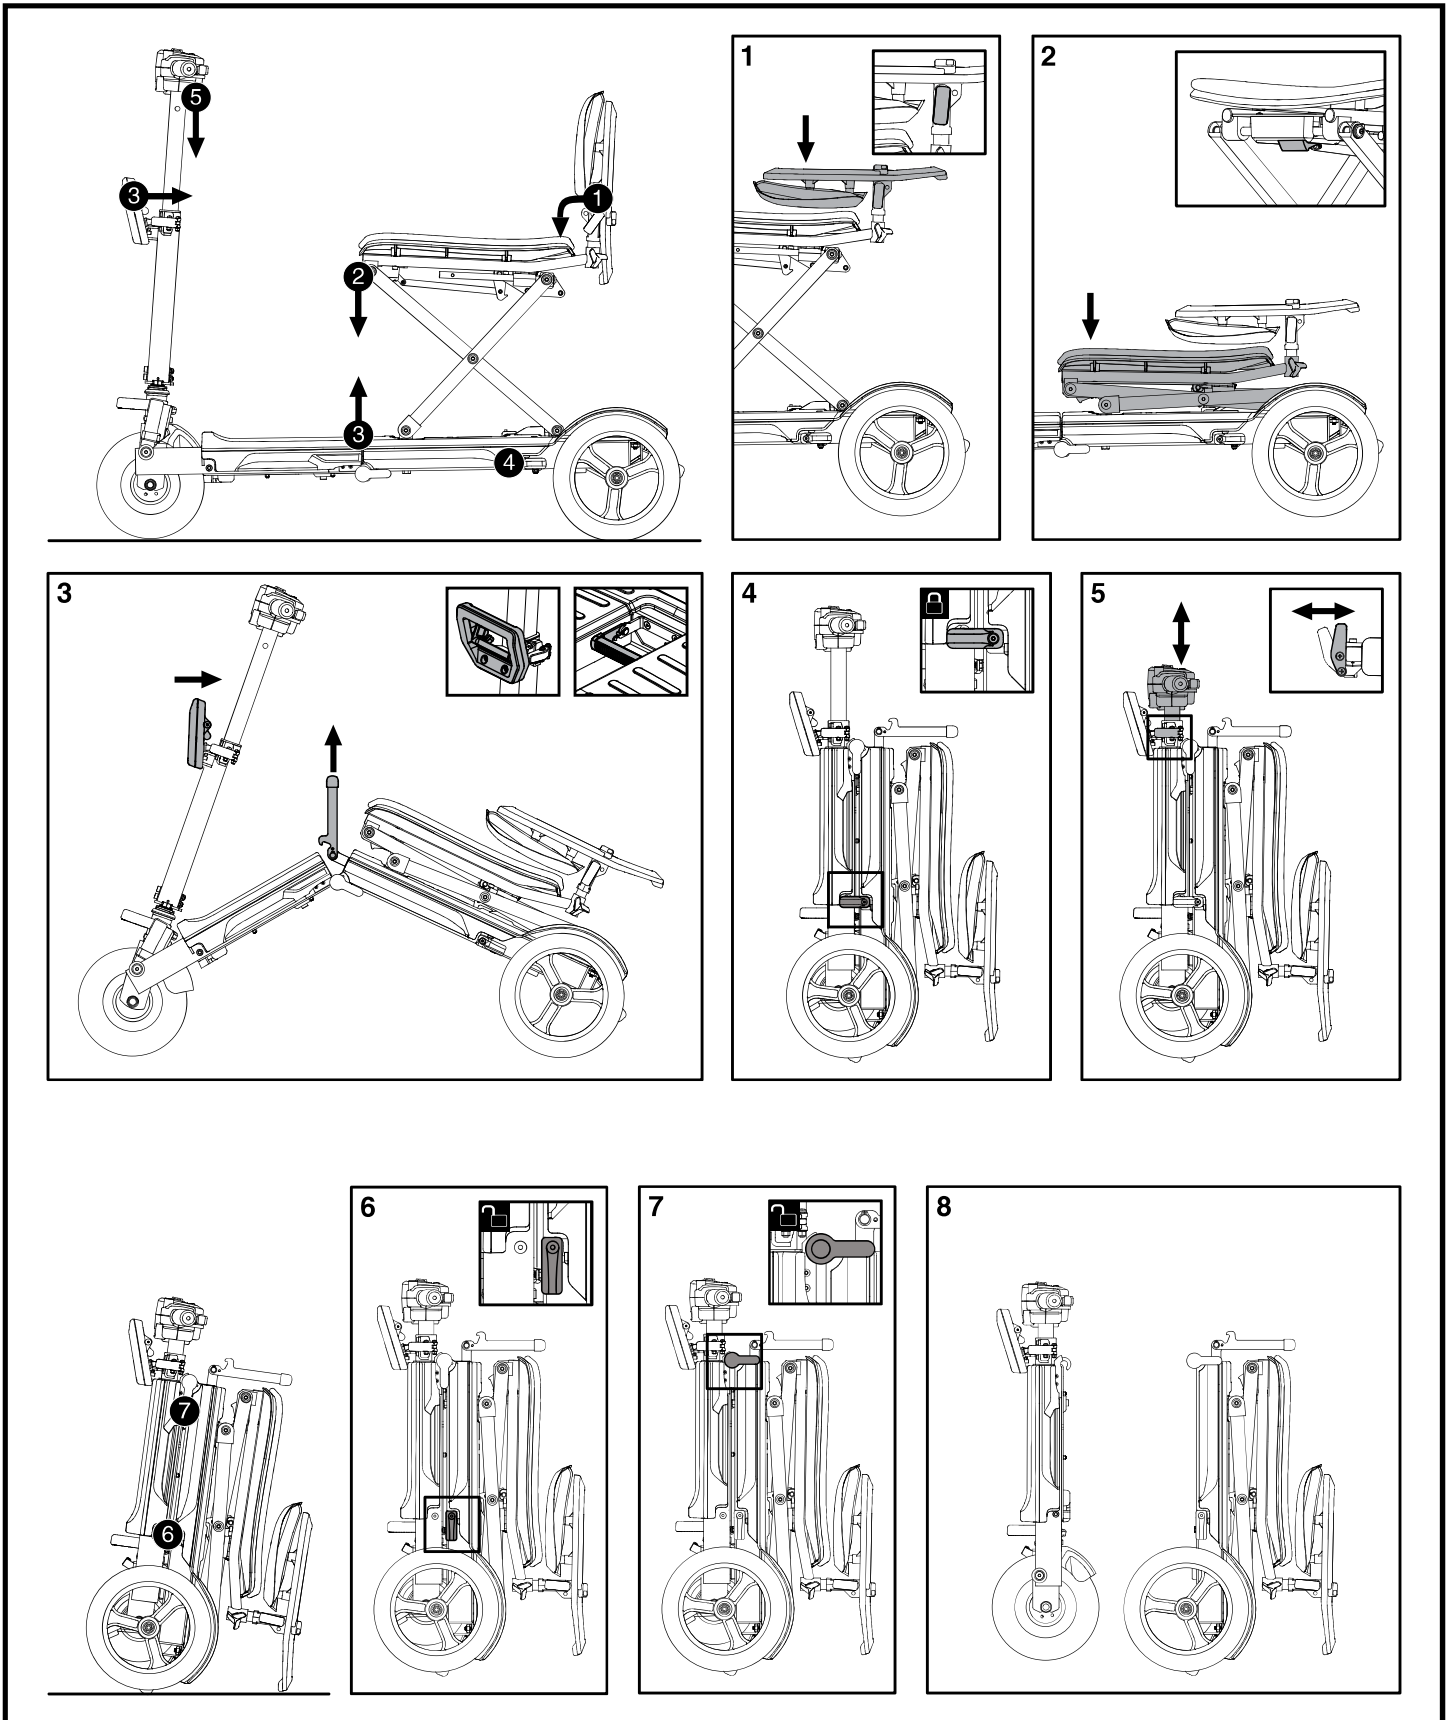

Figura 14. Plegable para tránsito
1. Pliegue su scooter como se muestra en el paso 6 en la **figura 14**. Consulte V. “Desmontaje/Montaje y Plegable/Desplegable” para obtener más información.
4. Despliegue su scooter como se muestra en la **figura 14**. Consulte V. “Desmontaje/Montaje y Plegable/Desplegable” para obtener más información.